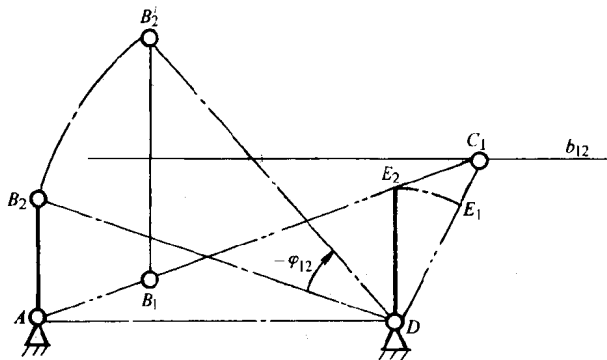

图 10
1. 解 本题需求连杆和另一连架杆 CD 的长, 关键是求连杆与 CD 的交接点 C 。以第一位置为参考位置, 如图 10 所示, 连线段 DB_2 并将其绕 D 点转 $-\varphi_{12}$ 得到 B_2' 点, 作 B_1B_2' 的垂直平分线 b_{12} 与 AB_1 的延长线的交点 C_1 即为连杆与摇杆在第一位置的铰接点 C_1 。设长度比例尺为 μ_l , 则连杆和曲柄的长分别为 $l_{BC} = (B_1C_1)\mu_l$ 和 $l_{CD} = (C_1D)\mu_l$ 。